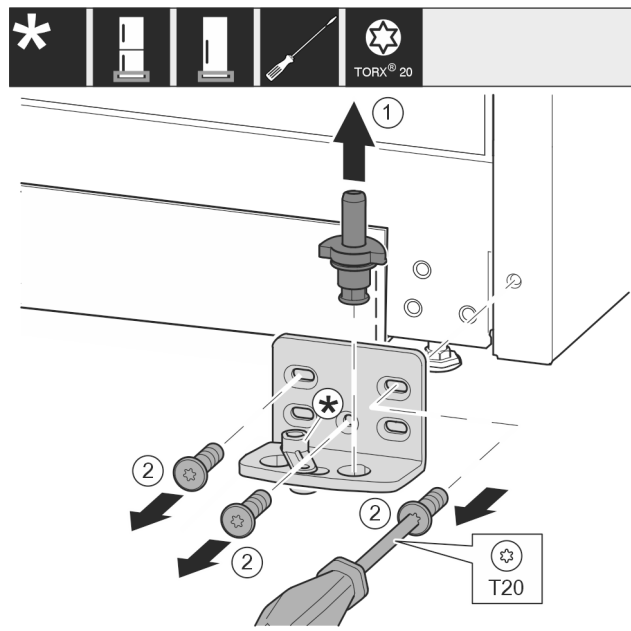

Fig. 16 *
- Retirer entièrement l'axe de palier Fig. 16 (1) par le haut.*
- Desserrer les vis Fig. 16 (2) avec un tournevis et retirer le support de palier.*